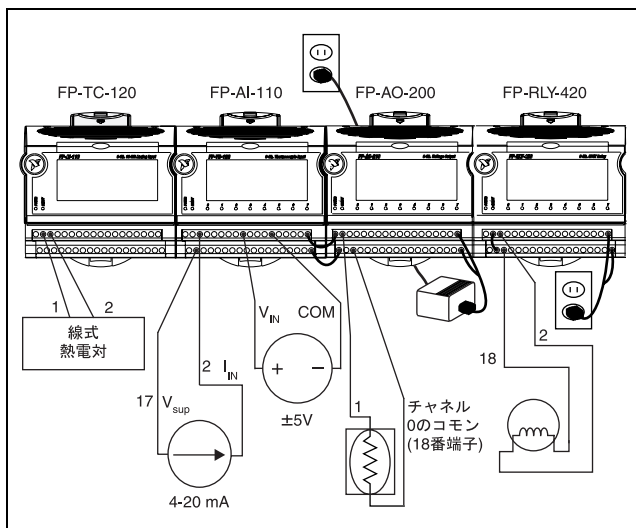

図 12. FieldPoint バンクの電源構成例
- フィールドデバイスが原因で電圧が落ち、ネットワークモジュールの動作が中断されるのを防止する、また、I/Oモジュール・ネットワークモジュール間の絶縁体を保持するには、I/Oモジュールにそれぞれ別の電源を使用してください。図 12 は、別の電源とカスケード電源を使用した構成例を示します。